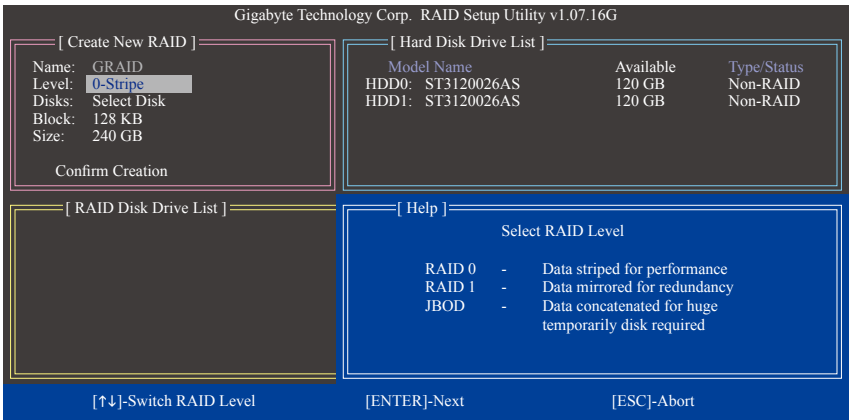

图5
请在「Create New RAID」区依序设置制作磁盘阵列所需的信息。(图5)
2. 选择要制作的磁盘阵列模式(Level): 以<↑>或<↓>键选择欲制作的磁盘阵列模式，选项有 RAID 0 (Stripe)、RAID 1 (Mirror)及JBOD (图5)。完成后按<Enter>键移至下一步骤。